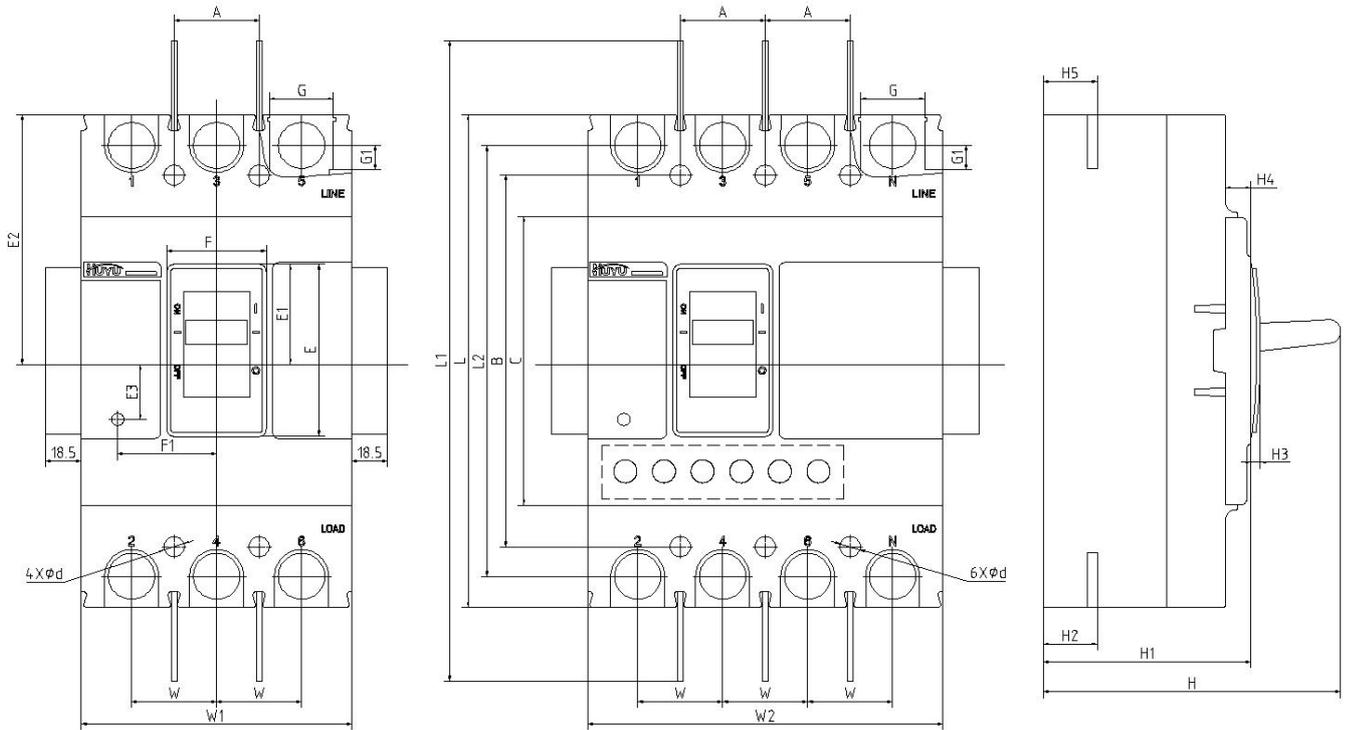

图 6 板前接线外形及安装尺寸
6.1 HYM3E 系列断路器板前接线外形及安装尺寸见图 6 及表 12。